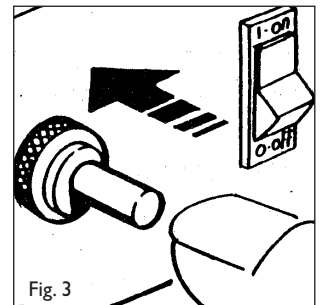

Fig. 3
- Tryk på gasventilens knap og tryk samtidigt nogle gange på den piezoelektriske knap, indtil brænderen starter (Fig. 3 - 4). Når brænderen starter, hold ventilens knap indtrykket ca 10 sekunder (Fig. 5). Hvis brænden slukkes når varmeapparatets ventilknop slippes, vent da nogle minutter og gentag operationen. Hold da ventilknappen indtrykket i en længere tid.